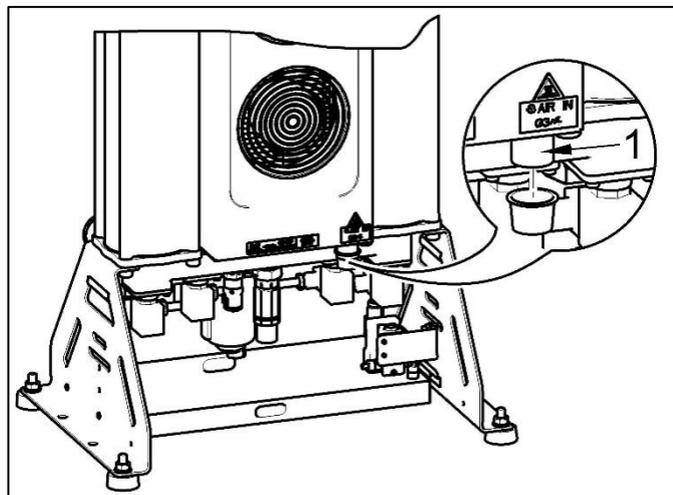

Рис. 15: Вход сжатого воздуха
- Присоедините выпускное отверстие сжатого воздуха компрессора (Рис. 15) ко входу осушителя (1).